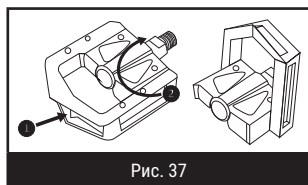

Рис. 37
- 1 | Нажмите подошвой ботинка на внешний торец педали, чтобы она начала складываться (рис. 37)
- 2 | Поверните складную часть педали на 90 градусов. (рис. 37)